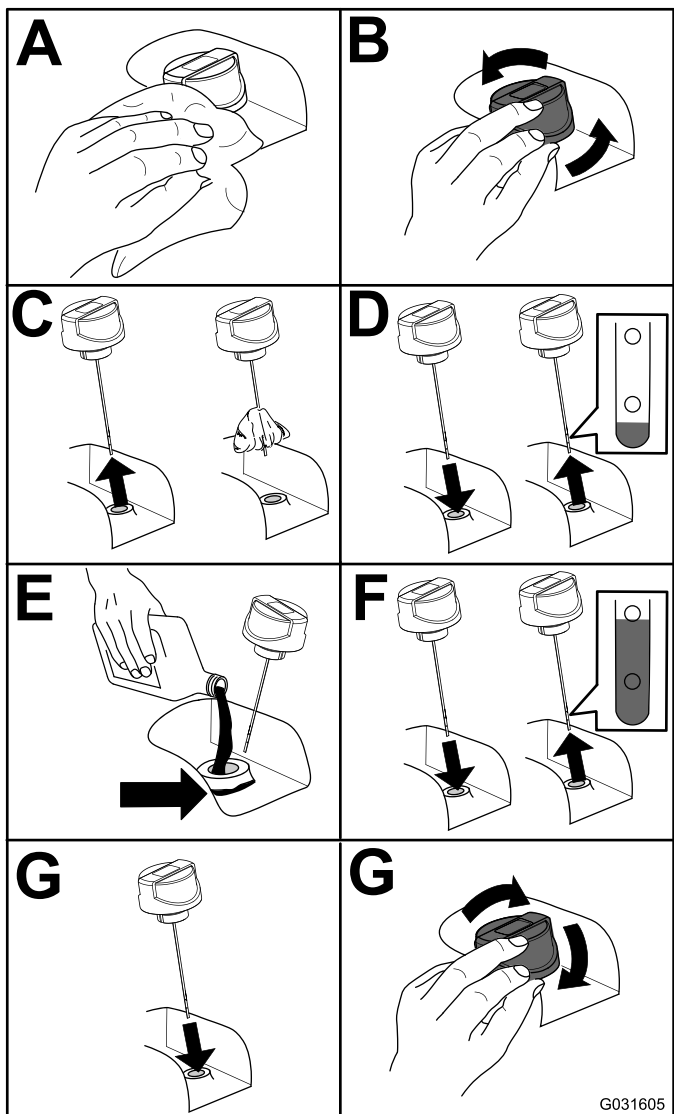

Рисунок 67
2. Проверьте уровень гидравлической жидкости (Рисунок 67).
5. Залейте гидравлическую жидкость в бак Рисунок 67.